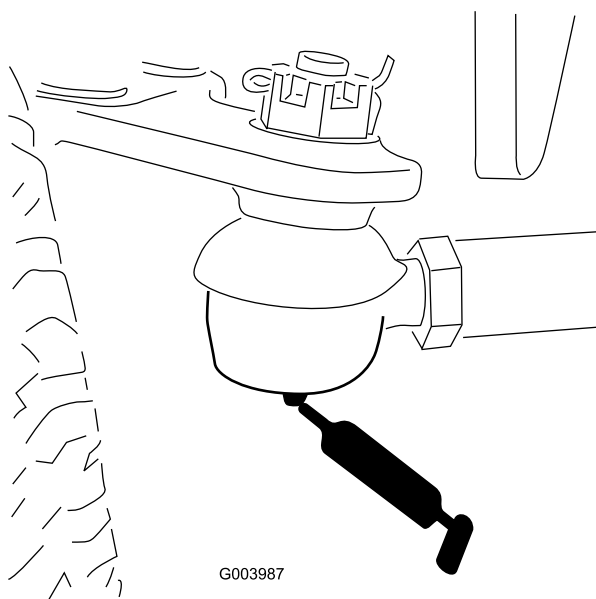

Figure 54
- Bielle de l'essieu arrière (2) (Figure 54).